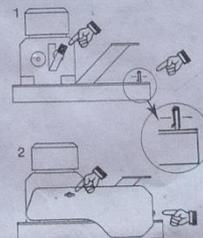

Fig 17
Monter les 2 écrous " Tôle " sur les supports de capot Fig. 17 (1).
Monter le capot à l'aide des deux vis fournies. Fig. 17 (2)